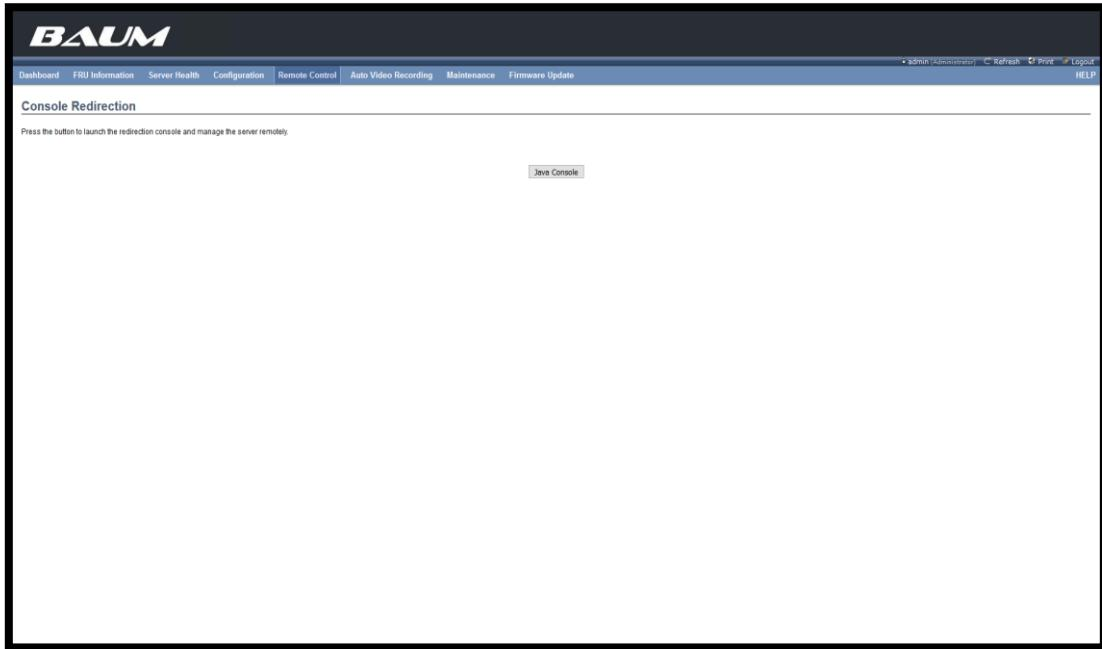

Рисунок 143. IPMI Remote Control
13. Нажмите на кнопку «**Java Console**» (см. Рисунок 143);